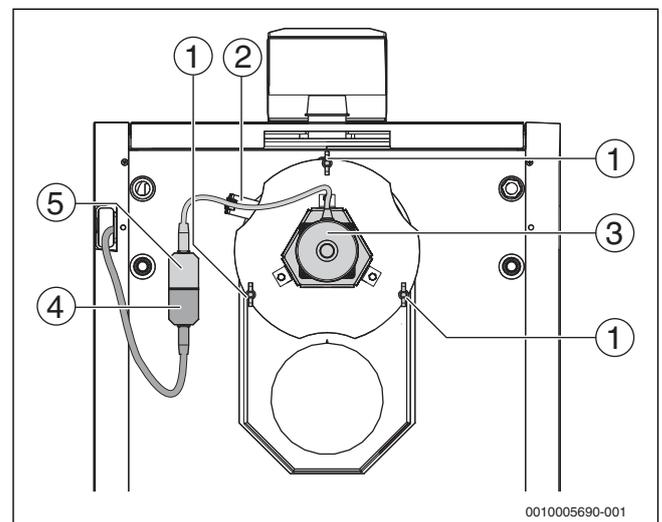

Рис. 33 Монтаж вытяжного вентилятора
- ▶ Закрепите провод вытяжного вентилятора на держателе (→ рис. 33, [2], стр. 33).